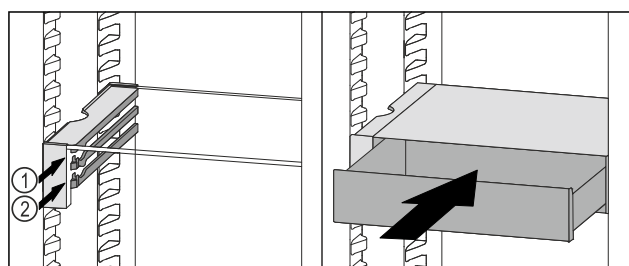

Fig. 94
- ▶ VarioSafe-Schubfach hinter den Stoppere auf gewünschter Rippe Fig. 94 (1) oder Fig. 94 (2) aufsetzen.